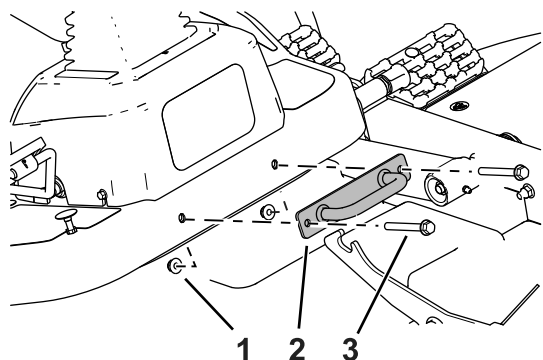

Figura 4
6. Retire el cierre delantero de la carcasa de corte de la parte delantera de la máquina (Figura 4). Guarde el cierre y las fijaciones.